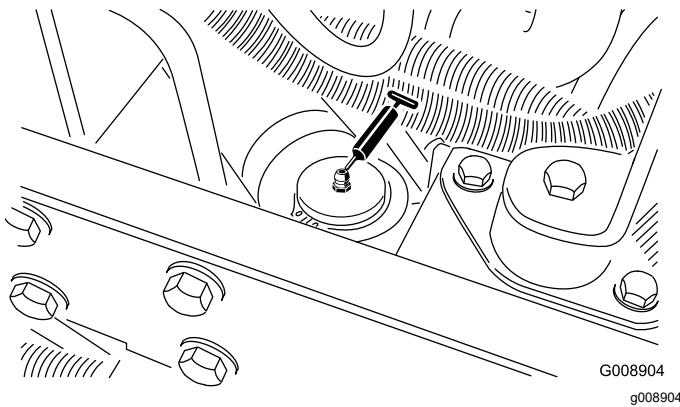

Figure 43
- Vérin de direction (Figure 43)